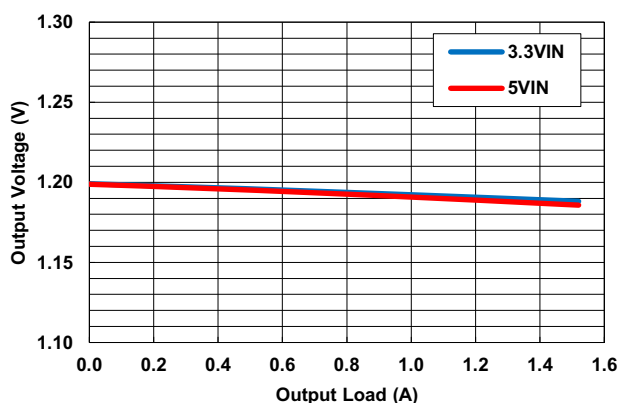

図 16.  $V_{OUT}$  のレギュレーション vs 負荷、 $V_{OUT2} = 1.2V$
- 量産時にはテストされません。評価基板を使用して特性評価されます。ロードレギュレーションの図 (図 16 ~ 19) を参照してください。 $+105^\circ C$ の $T_A$ は、最悪に近い動作点を意味します。